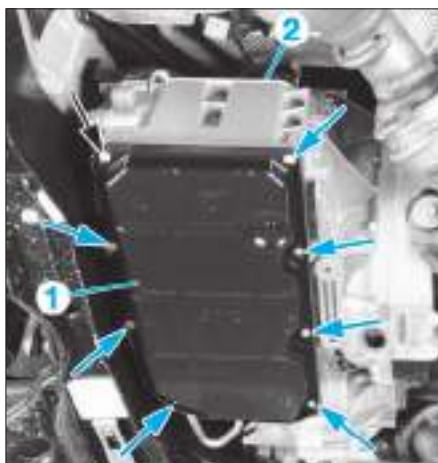

FIG. 6
- Déposer le carter d'huile (1) (Fig.6).